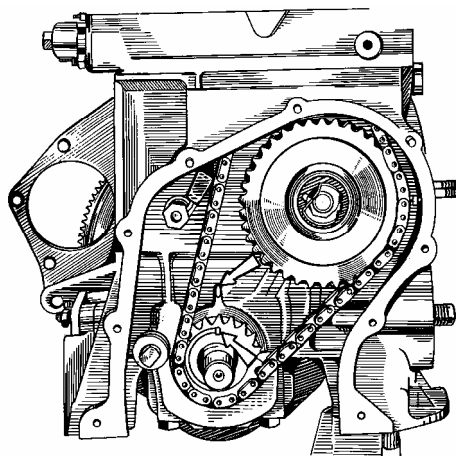

Рис. 2-23. Проверка совпадения установочной метки на звездочке коленчатого вала с меткой на блоке цилиндров
Поверните маховик в такое положение, чтобы метка на звездочке коленчатого вала совпала с меткой на блоке цилиндров (рис. 2-23).
- проверьте совпадение меток на звездочках с метками на блоке цилиндров и на корпусе подшипников (см. рис. 2-23 и 2-25);